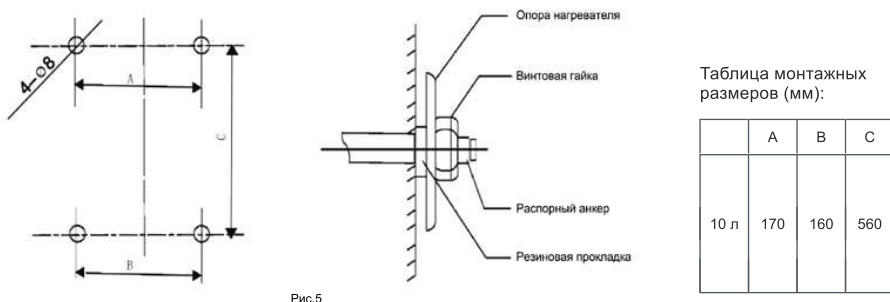

Рис.5
- а) Произведите разметку отверстий на стене как показано на рис. 5. Затем просверлите 4 отверстия \varnothing 8 мм. Забейте в них по одному распорному анкеру \varnothing 6 мм (размеры следует подбирать в соответствии с таблицей монтажных размеров).